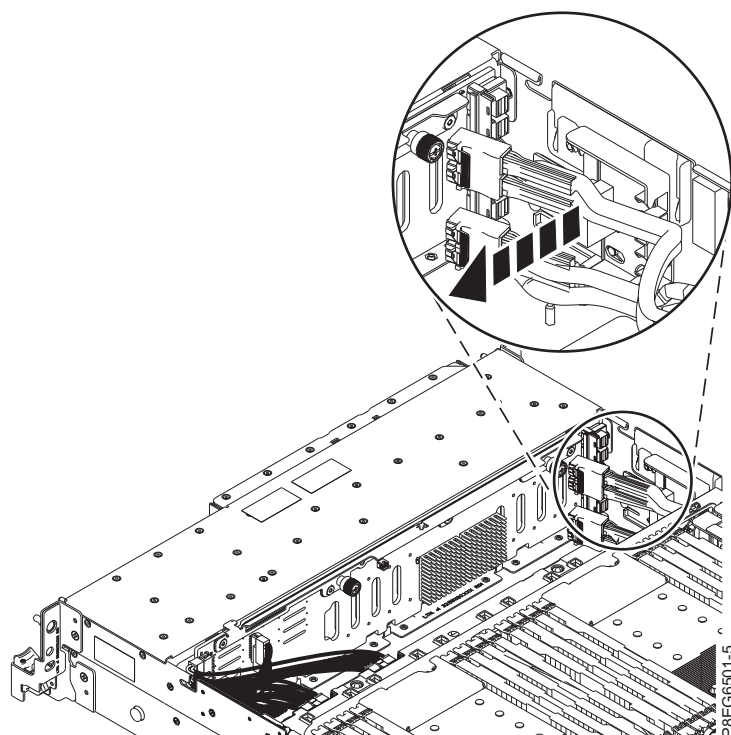

Figura 15. Desprendendo os cabos SAS
4. Desprenda os cabos SAS frontais da guia do cabo na lateral do chassi do sistema, conforme mostrado na Figura 15.